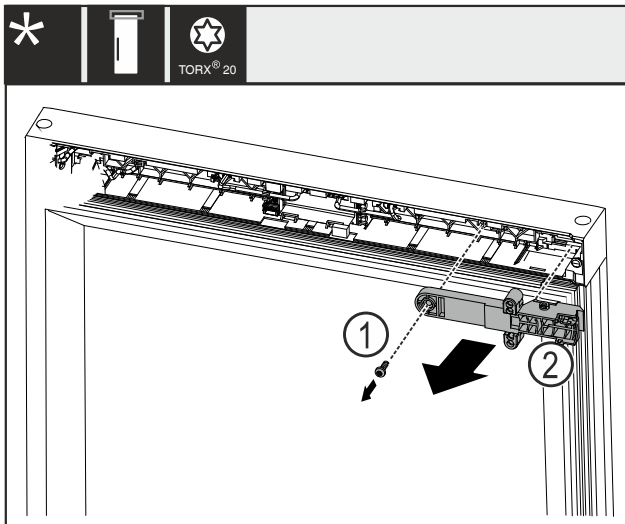

Fig. 22
- ▶ Schraube Fig. 22 (1) entfernen.
- ▶ Schloss-Halteteil Fig. 22 (2) abnehmen.